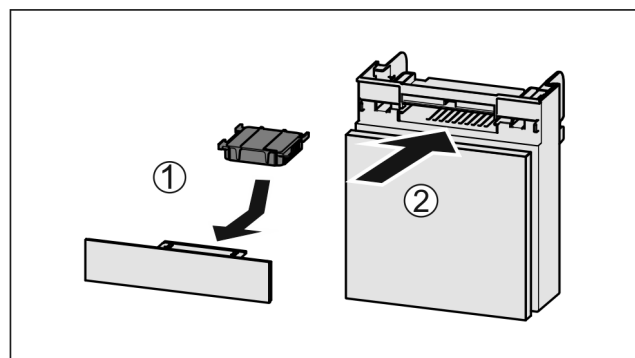

Fig. 256
- Umetnite filtir s aktivnim ugljenom kao što je prikazano na slici Fig. 256 (1).
- Umetnite pretinac Fig. 256 (2).